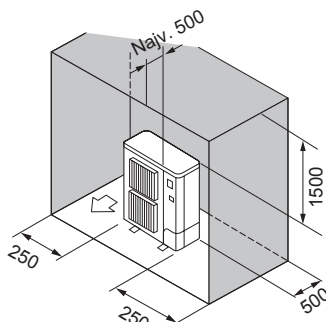

Fig. 2-11
- ⑥ Ovire samo na zadnji, obeh bočnih straneh in zgornji strani (Fig. 2-11)